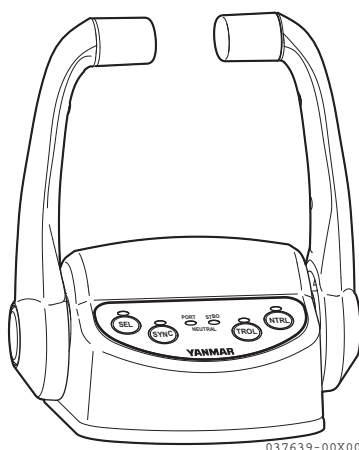
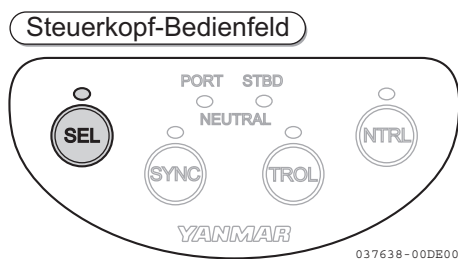

Abbildung 9
Abbildung 10
- Die Schaltfeldleuchte schaltet ein und am Steuerkopf (**Abbildung 9**) leuchtet die Lampe „SEL“ (**Abbildung 10**) stetig oder blinkend.
- Um den START/STOP-Schalter für den Motorbetrieb verwenden zu können, muss der Hauptschalter eingeschaltet (ON) sein.